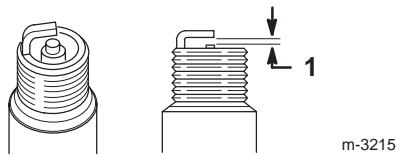

Bild 25
9. Stellen Sie den Abstand der Elektroden an der neuen Zündkerze auf 0,76 mm ein (siehe Bild 25).